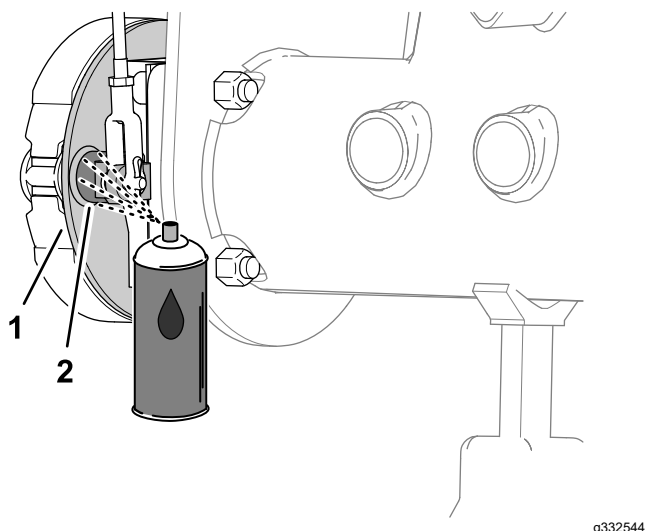
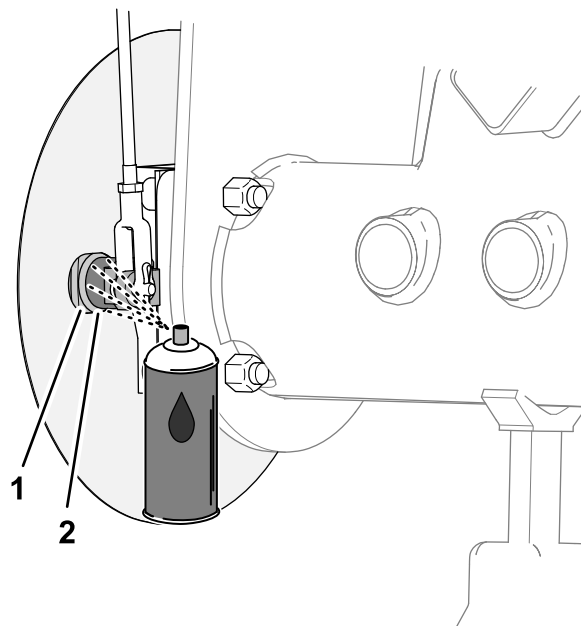

Figura 67
Figura 68
1. En el lado interior del plato del freno (máquinas sin deflector de hierba opcional en la llanta de la rueda) o en el deflector de la rueda (máquinas con deflector de hierba opcional), pulverice aceite penetrante entre el árbol de levas del freno y el plato fijo (Figura 67 o Figura 68).